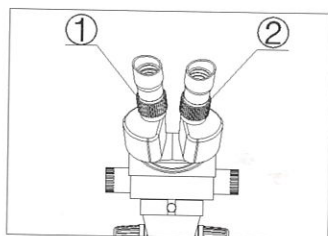

图 3
(五) 通过右边的目镜观察,如果像不清晰,旋转右视度调节环②使标本清晰(如图 3)。
(七) 旋转变焦手轮到最小倍率。通过左边的目镜观察,如果像不清晰,旋转左视度调节环①使像清晰(如图 3)。